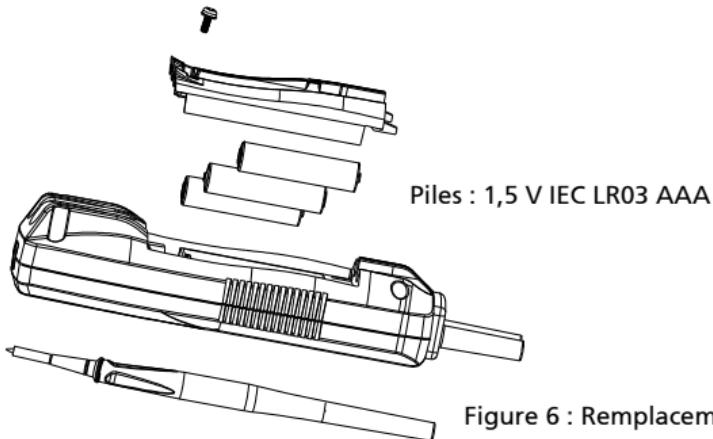

Figure 6 : Remplacement des piles
Le VPC-10A utilise trois piles 1,5 V. Pour remplacer les piles, suivez ces étapes et consultez la Figure 6 :
4. Remplacez la pile comme en Figure 6. Suivez les polarités affichées dans le compartiment de la pile.